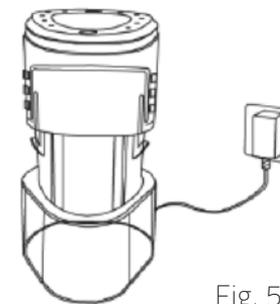

Fig. 5
2. Inserire la batteria nel caricabatterie nel modo illustrato in fig. 5.